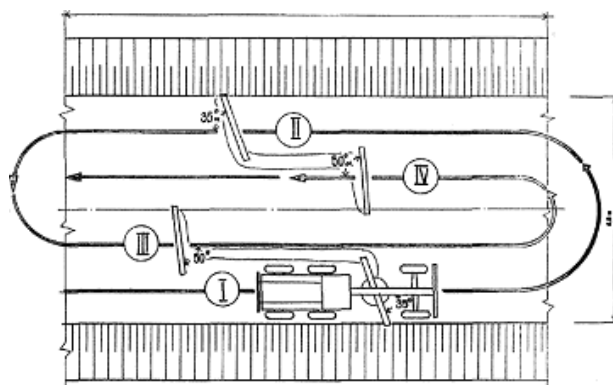

Рис. 7
13. На рис. 7 представлена схема проведения работ